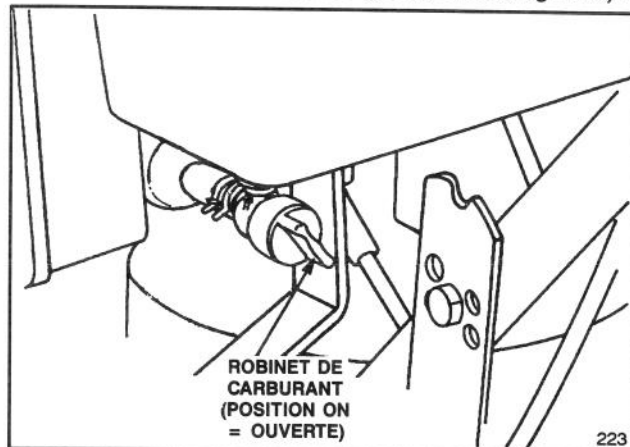
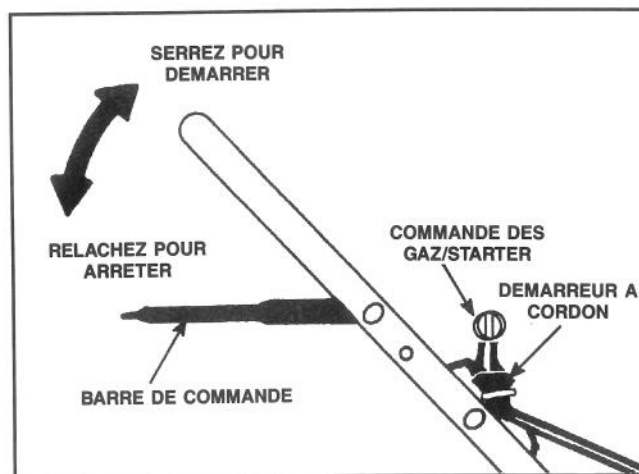
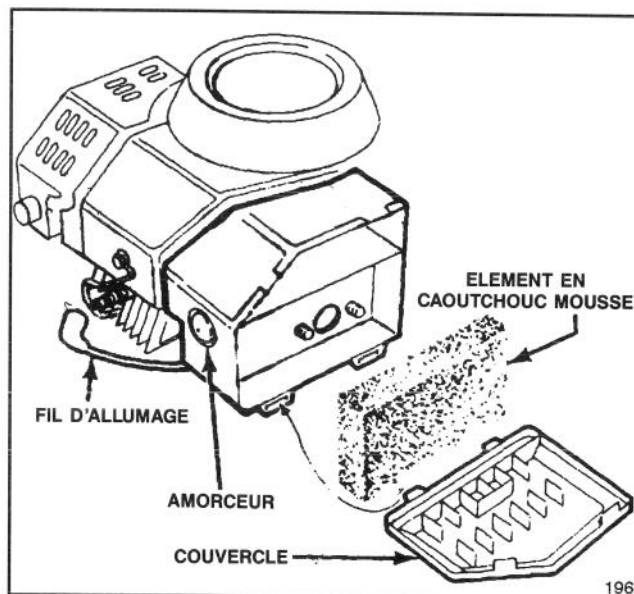

Figure 6
Figure 7
Figure 10
**3. Ouvrez le robinet d'essence** (position ON, figure 6).
1. COMMANDES (figure 7)—La commande des gaz, la barre de commande et le démarreur manuel se trouvent sur la partie supérieure du guidon.
2. DEMARRAGE—Enfoncez le fil d'allumage sur la bougie (figure 10). Réglez la commande des gaz (figure 6) sur CHOKE. Couvrez le trou central de l'amorceur avec le pouce et appuyez une fois (figure 10). Serrez la barre de commande contre la poignée. Tirez le démarreur (figure 7) jusqu'à ce qu'il y ait enclenchement, puis tirez vigoureusement pour faire démarrer le moteur. Réglez les gaz au niveau voulu une fois le moteur en marche.
3. ARRET (figure 7)—Relâchez la barre de commande et restez derrière le guidon jusqu'à ce que le moteur et la lame s'immobilisent. Débranchez le fil d'allumage de la bougie lorsque vous vous apprêtez à laisser la tondeuse sans surveillance ou lorsque vous avez fini de vous en servir.
1. Arrêtez le moteur et débranchez le fil de la bougie (figure 10).
2. Soulevez les languettes du dessus du couvercle du filtre à air et faites pivoter le couvercle vers le bas. Nettoyez soigneusement le couvercle (figure 10).
3. Si l'extérieur de l'élément en caoutchouc mousse est sale, sortez cet élément du corps du filtre à air (figure 10) et nettoyez-le avec soin.